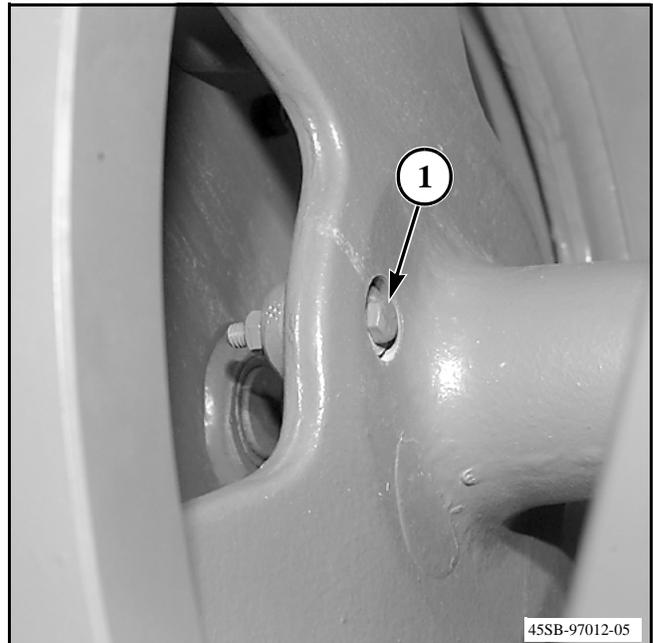

FIG. 29
FIG. 29: El perno de corte del volante (1) protege la caja de cambios, el émbolo y otras piezas contra daños ocasionados por sobrecargas y objetos extraños recogidos por accidente.